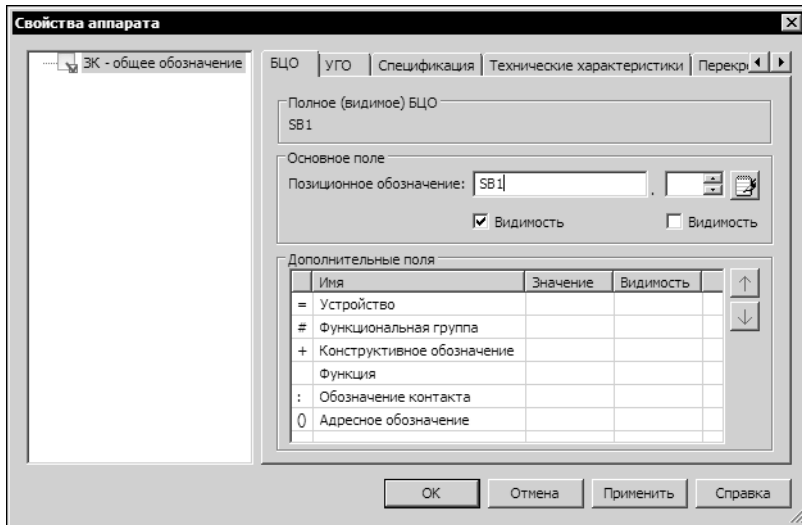

Рис. 22.2. Диалог свойств УГО
2. Выберите из Библиотеки нужное УГО и зафиксируйте его на чертеже схемы. После этого на экране откроется диалог, в котором можно определить свойства УГО (рис. 22.2). Элементы управления диалога свойств УГО представлены в табл. 22.2.
1. Активизируйте в диалоге свойств УГО (рис. 22.2, табл. 22.2) вкладку **Спецификация**.